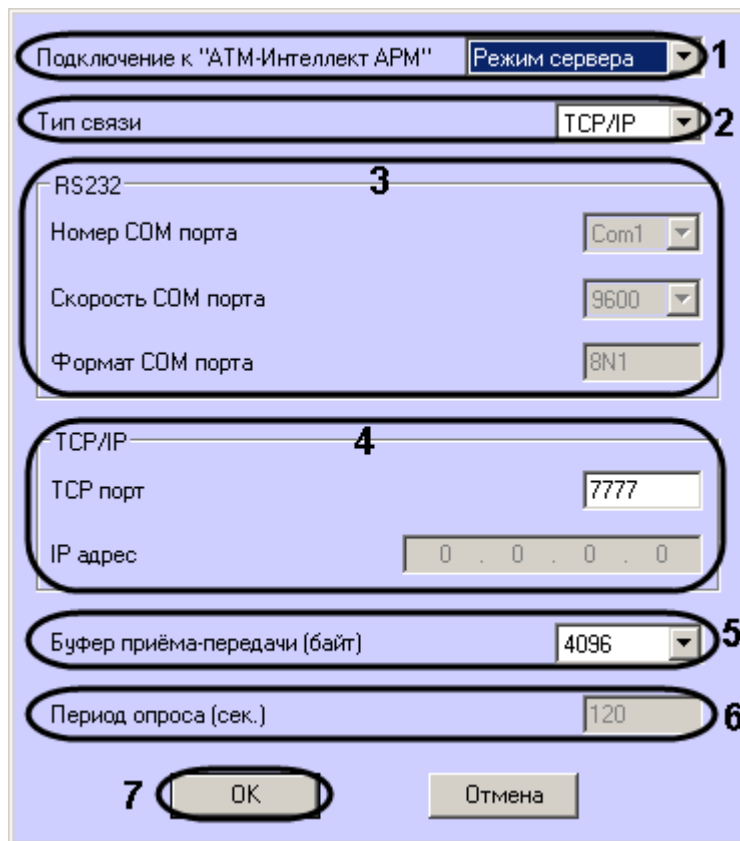

Рис. 8.4—4 Настройка взаимодействия АТМ-Интеллект Про с АТМ-Интеллект АРМ
3. Из раскрывающегося списка **Подключение к АТМ-Интеллект АРМ** выбрать способ подключения *АТМ-Интеллект Про* к *АТМ-Интеллект АРМ*: **Режим сервера** или **Режим клиента** (см. Рис. 8.4—4, 1).